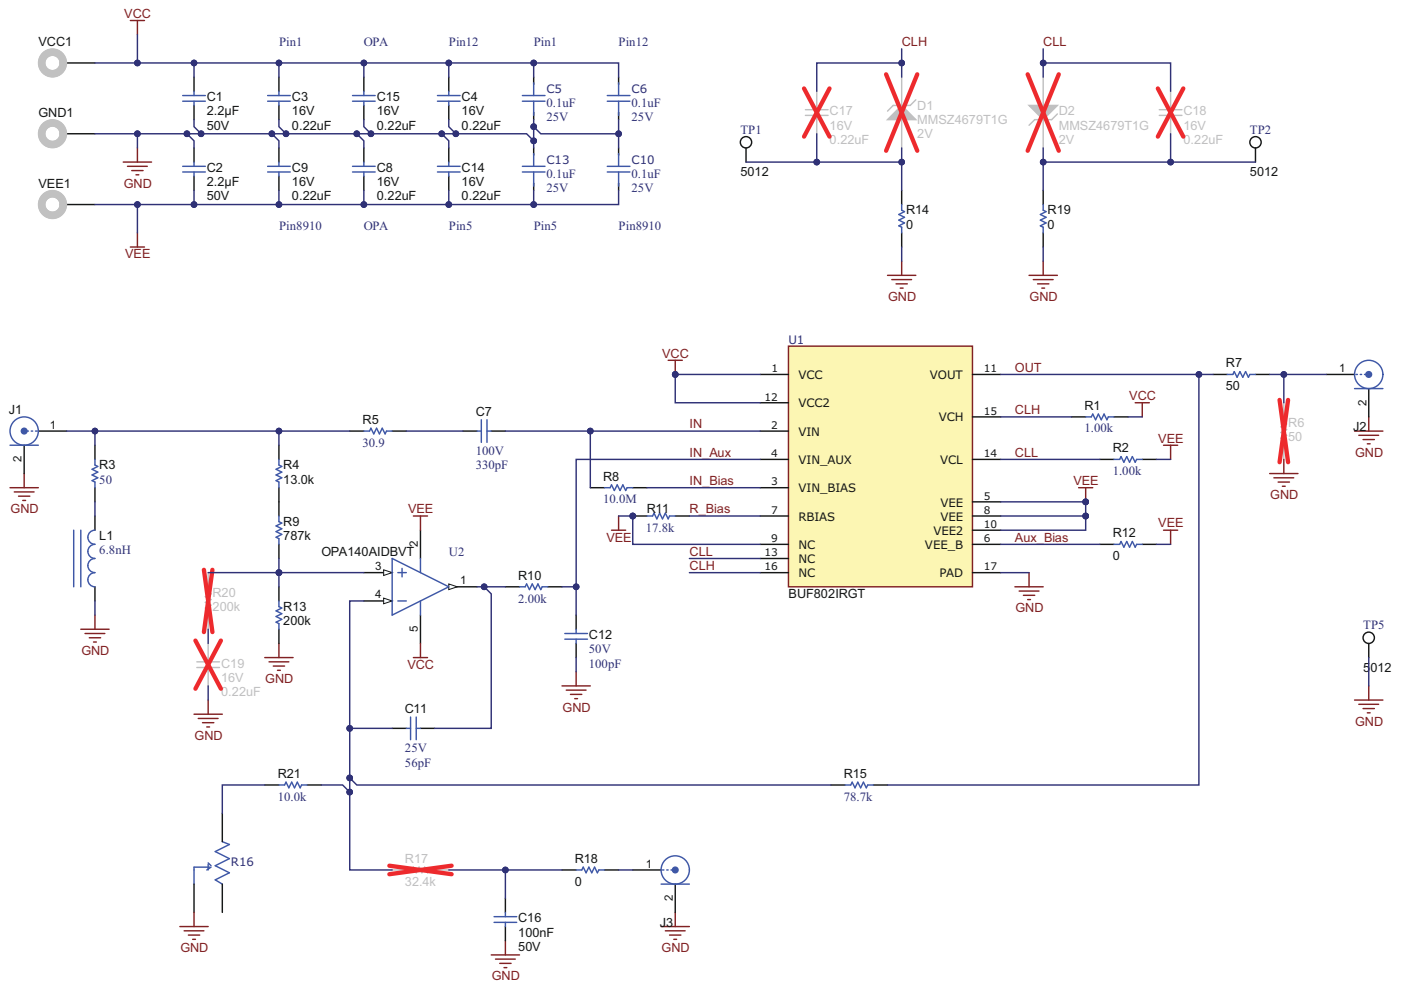

图 8-10. 布局示例：布局参考原理图
- **S21 传递函数中的峰值：**保持最小布线迹线长度对于防止 BUF802 的 S21 传递函数中的峰值至关重要。跟踪电感会与 BUF802 的输入电容形成谐振电路，从而在 S21 响应中产生峰值。添加一个与直流阻断电容器串联的小电阻器 (图 8-10 中的 R5)，以抑制跟踪电感和 BUF802 的输入电容产生的 LC 谐振。选择具有低等效串联电感 (ESL) 的串联电容器 (图 8-10 中的 C7)，以更大限度地降低总电感。
- **电源旁路电容器：**将电源旁路电容器安装在尽可能靠近电源引脚的位置，并与 BUF802 安装在 PCB 的同一侧。如图 8-10 中所示，选择低电感 LICC 电容器 (C5、C6、C13 和 C10) 以最大限度地减小 BUF802 与旁路电容器之间的高频率阻抗。在旁路电容器与 GND 之间使用多个过孔，以减少串联电感。如图 8-10 中所示，还应在 50Ω 输入终端电阻 (R3) 上使用多个过孔连接到 GND。将旁路和端接过孔连接到实心的 GND 平面。